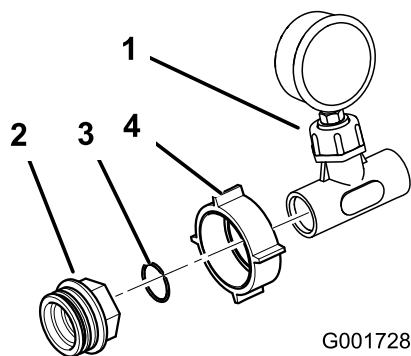

図 15
15. 水圧計と T 字アセンブリに、大きいプラスチック製のナットを取り付ける。アセンブリに、プラスチック製の O リングとアダプタを図 15 に示すように取り付ける。